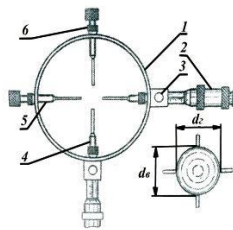

Рис. 5. Внешний вид струемера:
6. струемер - для измерения диаметров струи (рис.5).